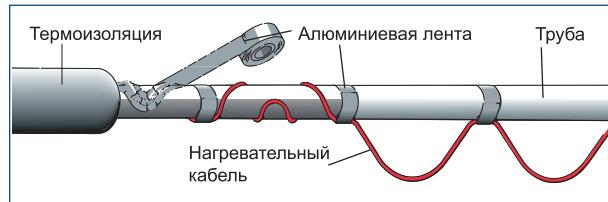

Рис. 3
2. Кабель укладываются на труbe волнистой линией. Рис. 3;